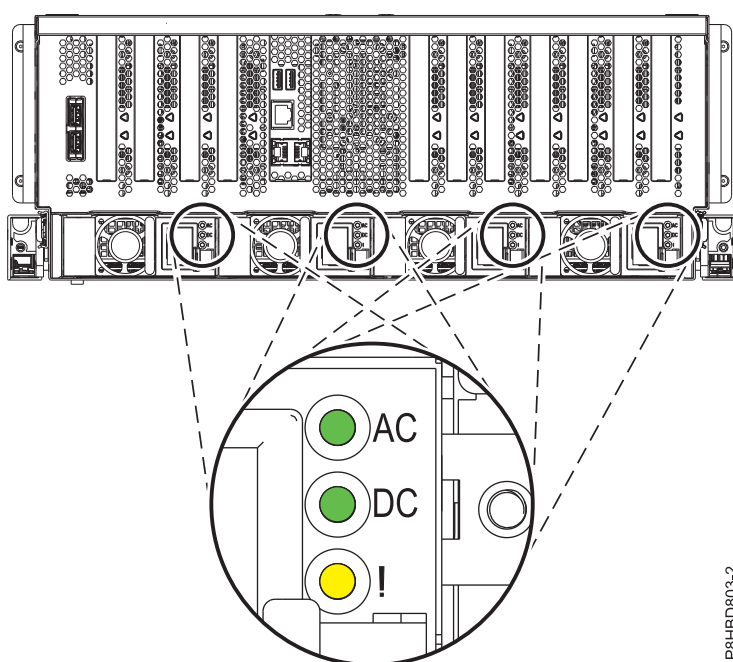

Figura 1. Localização das fontes de alimentação e dos LEDs no sistema 8408-44E ou 8408-E8E
4. Localize os díodos emissores de luz (LEDs) nas fontes de alimentação. São instaladas quatro fontes de alimentação na parte posterior do sistema. Figura 1 mostra a localização das fontes de alimentação num sistema 8408-44E ou 8408-E8E e na posição dos LEDs na fonte de alimentação.